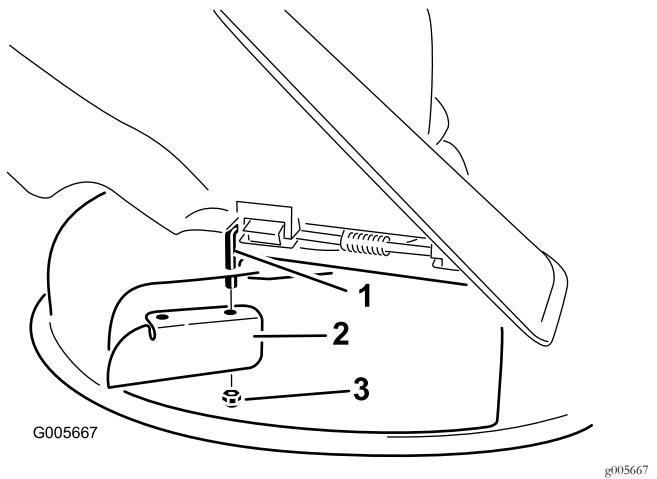

Figura 14
7. Instale la placa deflectora en la varilla de pivot (Figura 14).
3. Retire la placa deflectora de la carcasa de corte (Figura 14).